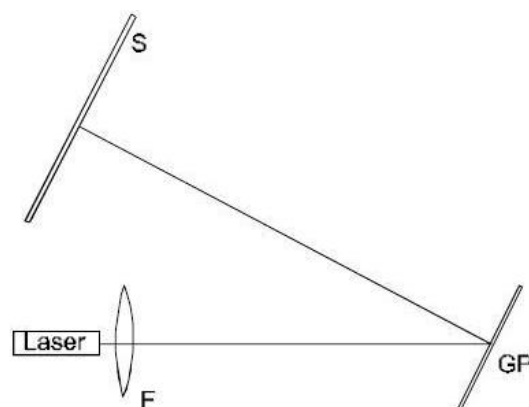

Fig.1 Montagem do prato de experiência (F = Lente, GP = Placa de vidro, S = Tela de vidro fosco)
- Colocar o laser sem a lente num canto da placa de metal, para que o feixe de raio corra paralelamente ao lado comprido do quadro (ver Fig. 1).